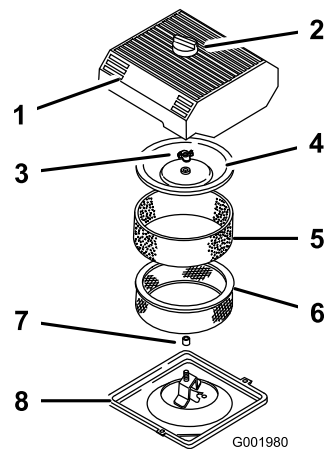

図 42
3. エアクリーナを外したときエンジン内部に異物が入らないよう、周辺をきれいに拭く (図 42)。
4. エア・クリーナのカバーのノブをゆるめてカバーを外す (図 42)。
5. ペーパー・エレメントからスポンジ・エレメントを注意深く取り外す (図 42)。
6. カバー・ナットを外し、カバーとペーパー・エレメントを外す (図 42)。
1. ペーパー・エレメントにスポンジ・エレメントを注意深く取り付ける(図 42)。
3. カバー・ナットを取り付けて指締めする(図 42)。
4. エア・クリーナーのカバーとノブを元通りに取り付ける(図 42)。